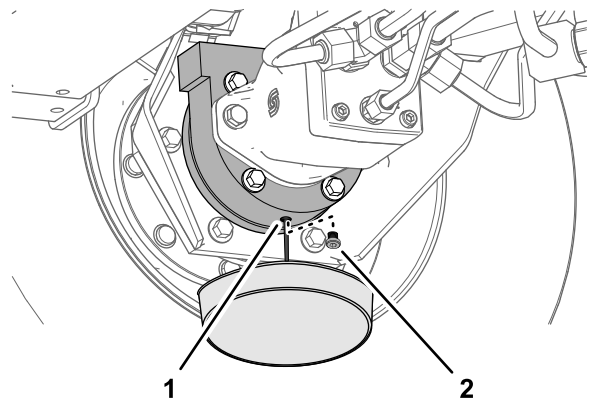

Figura 68
- Pod skříň brzdy umístěte vypouštěcí nádobu, demontujte vypouštěcí zátku a nechte veškerý olej vytéct (Figura 68).